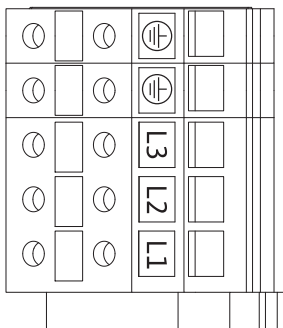

Fig. 26: Teholiittimet (verkkoliittimet)
- Teholiittimet (verkkoliittimet) (Fig. 26)